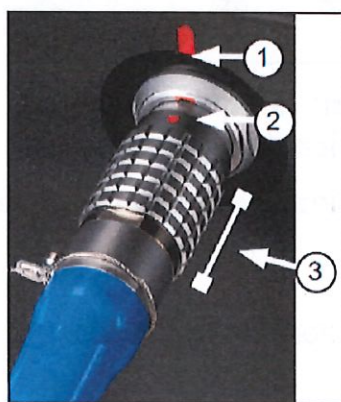

Figura 14. Conexión de la línea de fibra óptica del cableado de la caja de conexiones
e. Conecte el conector eléctrico del cableado de la caja de conexiones a la toma eléctrica de la caja de conexiones (Figura 14). Para realizar la conexión, alinee la marca de alineación (leyenda 1) en la toma eléctrica con el punto de alineación rojo (leyenda 2) en el conector eléctrico y empuje el conector. Un sonido de clic indica que la conexión se ha realizado correctamente.
NOTA: Para verificar que el conector eléctrico esté seguro, tire del área de comprobación de la conexión gris identificada por la Figura 14, leyenda 3. Si la línea eléctrica está bien conectada, el cable no se desconectará.
e. Conecte el conector eléctrico del cableado de la caja de conexiones a la toma eléctrica en la consola (Figura 14). Para realizar la conexión, alinee la marca de alineación (leyenda 1) en la toma eléctrica con el punto de alineación rojo (leyenda 2) en el conector eléctrico y empuje el conector. Un sonido de clic indica que la conexión se ha realizado correctamente.
e. Conecte el conector eléctrico del cableado de la caja de conexiones a la toma eléctrica en el panel de conexión móvil (Figura 14). Para realizar la conexión, alinee la marca de alineación (leyenda 1) en la toma eléctrica con el punto de alineación rojo (leyenda 2) en el conector eléctrico y empuje el conector. Un sonido de clic indica que la conexión se ha realizado correctamente.